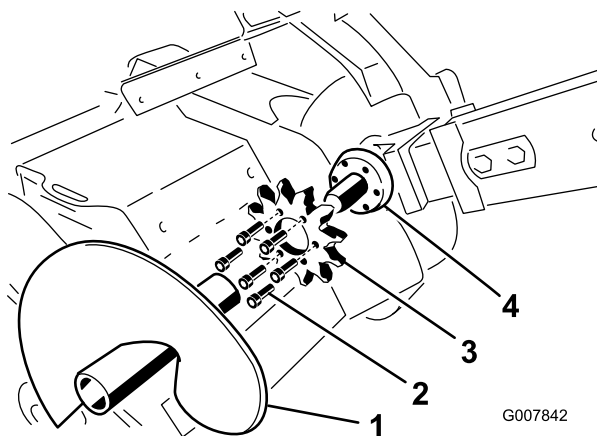

Bild 62
3. Entfernen Sie die Schuttschnecke (Bild 62).
8. Entfernen Sie die 6 Schrauben, mit denen das Antriebsrad befestigt ist (Bild 62).
9. Entfernen und entsorgen Sie das Antriebsrad (Bild 62).
10. Reinigen Sie die Montagefläche des Antriebsrad am Grabenzieher (Bild 62).
11. Schieben Sie das neue Antriebsrad auf die Welle (Bild 62).
12. Drehen Sie die 6 Schrauben handfest in das Antriebsrad (Bild 62).